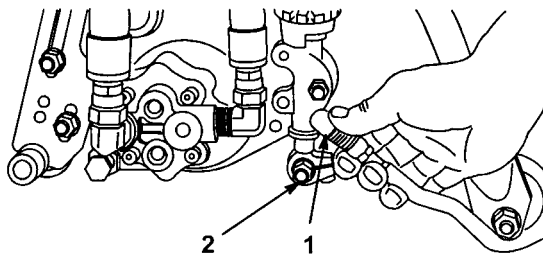

図 10
5. ボールジョイントのスリーブを後ろにずらし、プルアームを下げてソケットをボールスタッドに嵌め合わせ、スリーブから手を離すとスタッドとジョイントが結合する（図10）。